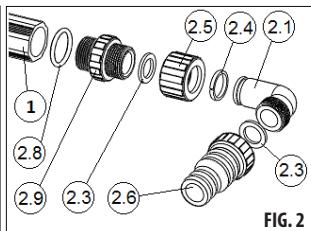
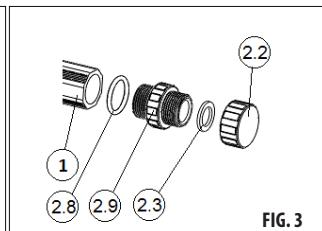

FIG. 2
FIG. 3
- 1) Complétez le panneau. Installez le transducteur (2.9) avec des joints toriques en silicone (2.8) sur les tubes du panneau solaire. NOUS VOUS RECOMMANDONS D'APPLIQUER SUR LE FRONT ÉTANCIÉ DU TUYAU DU PANNEAU SOLIDE (1) UNE FIN COUCHE DE LA GRAISSE JOINTE POUR ÉVITER D'ÉVENTUELLES MANQUES D'ÉTANCIÉTÉS. Au niveau des adaptateurs, montez les colliers de serrage (FIG. 2) et les bouchons (FIG. 3). Au milieu d'un des tuyaux du panneau où il y a une presse-étoupe, il faut utiliser les pointes de tuyau. Sur le deuxième tuyau, montez les presse-étoupe.